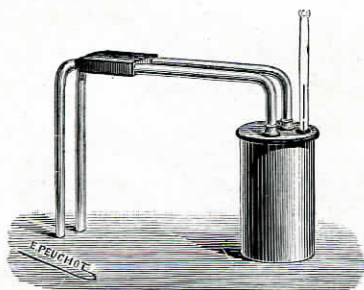

FIG. 1.
**Modèle simple.** — Ces résistances sont contenues dans un boisseau métallique. Une gaine de paraffine les met à l'abri des variations de la température extérieure. Un thermomètre permet de mesurer la température intérieure (figure 1).....